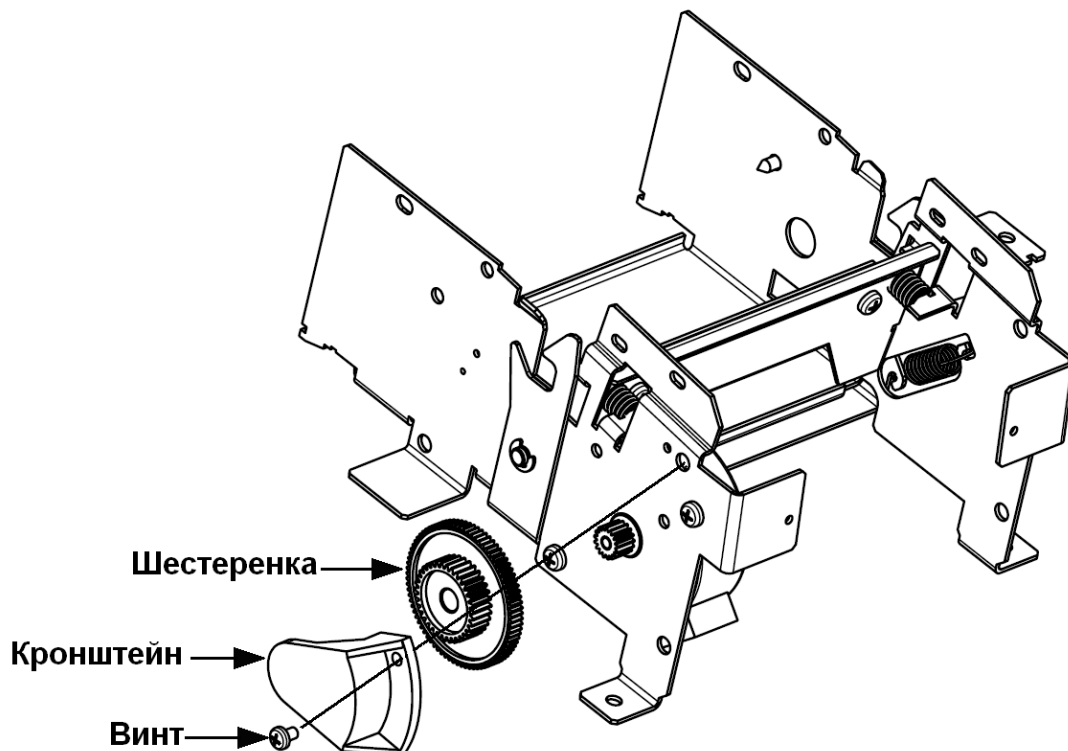

Рис.12 Снятие кронштейна
1. Снимите кронштейн с шестеренкой, для чего открутите винт (см. Рис.12).